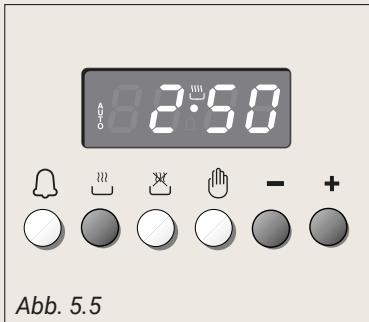

Abb. 5.5
1. Gardauer durch drücken der Taste und der Taste oder einstellen. (Abb. 5.5). (Taste erhöhen, Taste verringern). **AUTO** und das Symbol leuchten auf.